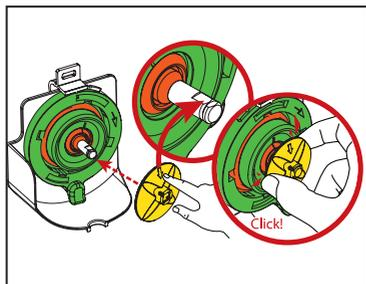

Fig. 3
2. Rimontare la piastra di montaggio su motore e albero del miscelatore. Assicurarsi di allineare la freccia sul disco miscelatore verso la superficie piana sull'albero. Premere il disco miscelatore sull'albero fino a udire lo scatto in posizione. (Vedere la fig. 3)